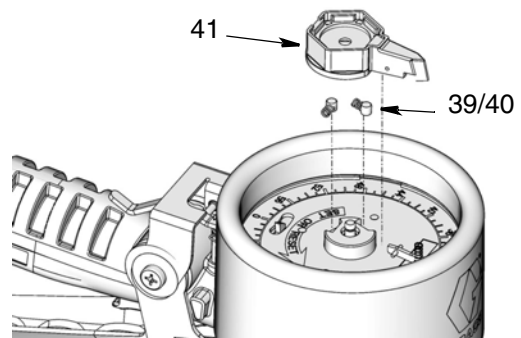

ABB. 34
4. Zeiger (41), Federn (39) und Stifte (40) wie in ABB. 34 gezeigt anbringen.